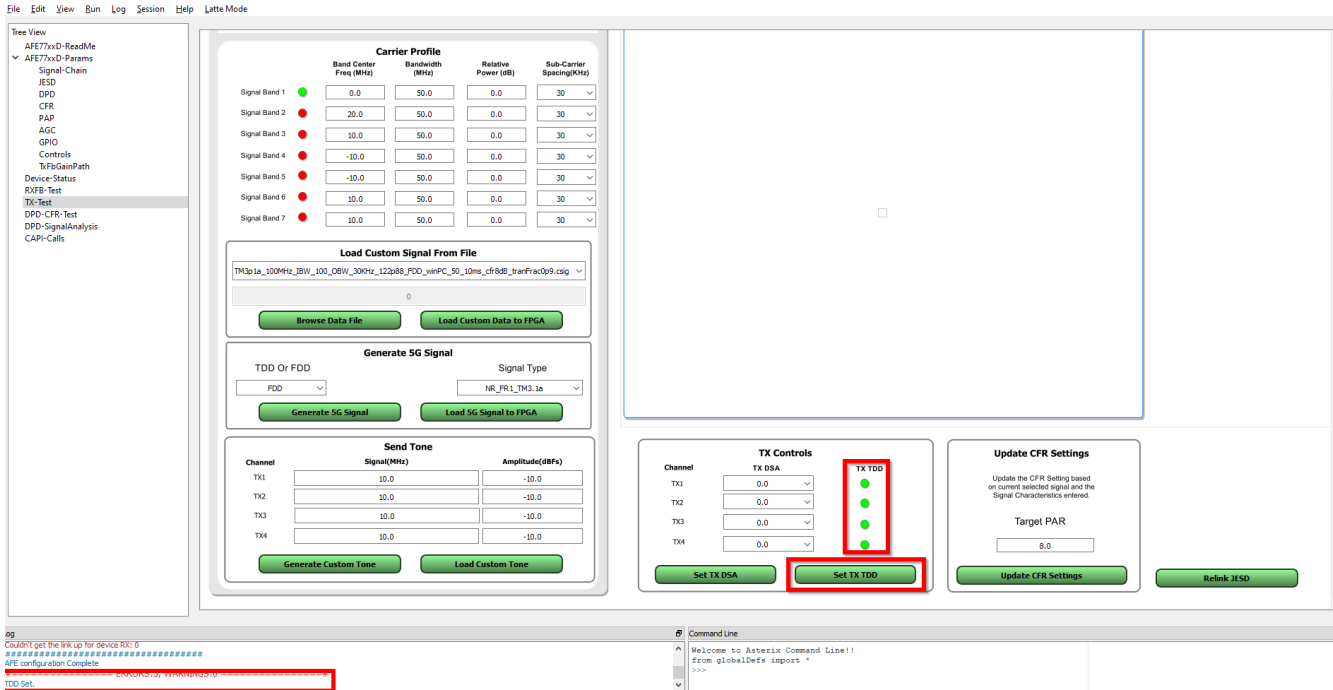

图 3-19. 启用 TDD 模式
12. 通过将 TX 通道设置为绿色，启用这些通道的 TDD，如图 3-19 所示。然后，点击“Set TX TDD”，日志窗口中应该会出现一条消息，显示“TDD set”。